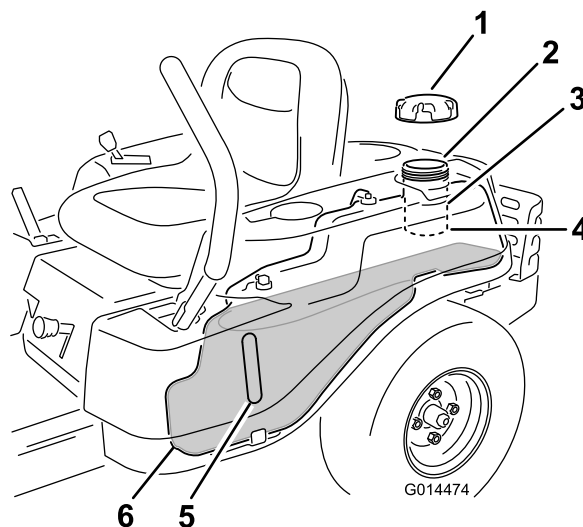

Figure 10
**Remarque:** Vous pouvez utiliser le regard pour vérifier la présence d'essence avant de faire le plein (Figure 10).
2. Versez **lentement** de l'essence sans plomb ordinaire jusqu'à ce que le niveau atteigne le bas du goulot de remplissage (Figure 10).